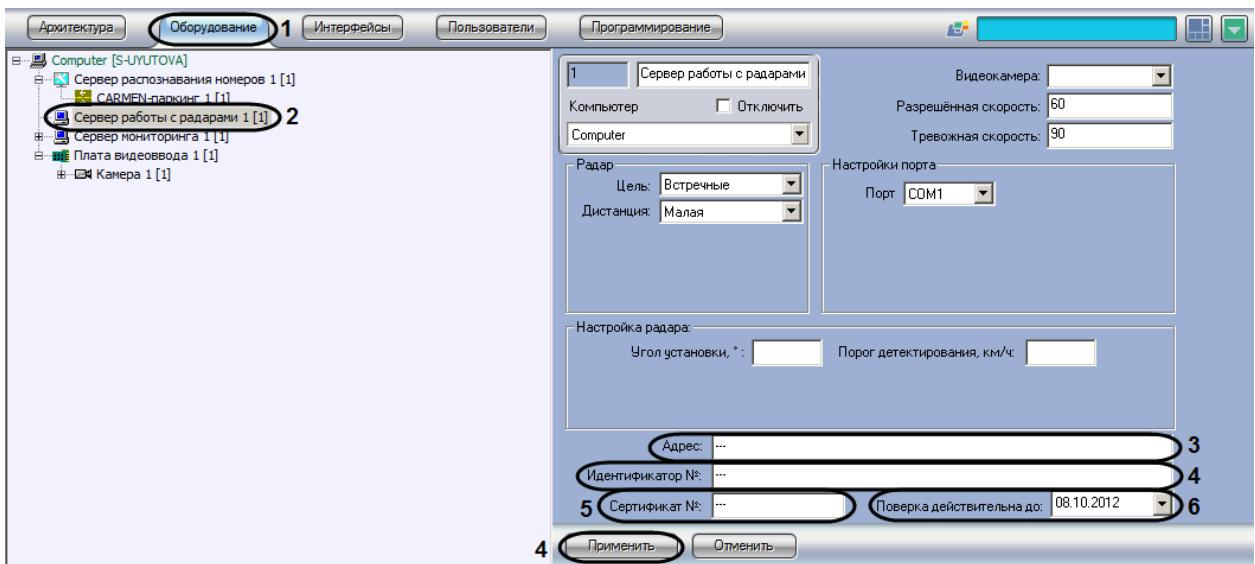

Рис. 7.3—9. Задание сведений об устройстве «Радар» для отображения в отчете о распознанном номере
2. В дереве объектов на вкладке «Оборудование» выбрать объект «Сервер работы с радарами», соответствующий настраиваемому программному модулю «Радар» (см. Рис. 7.3—9, 2). В правой части вкладки «Оборудование» отобразится панель настройки выбранного объекта
3. В поле «Адрес» ввести адрес местонахождения устройства «Радар» (см. Рис. 7.3—9, 3)
4. В поле «Идентификатор №» ввести заводской идентификационный номер устройства «Радар» (см. Рис. 7.3—9, 4)
5. В поле «Сертификат №» ввести номер соответствующего устройству «Радар» сертификата (см. Рис. 7.3—9, 5)
6. Из раскрывающегося списка «Проверка действительна до» выбрать дату, до достижения которой действительна метрологическая поверка устройства «Радар» (см. Рис. 7.3—9, 6)